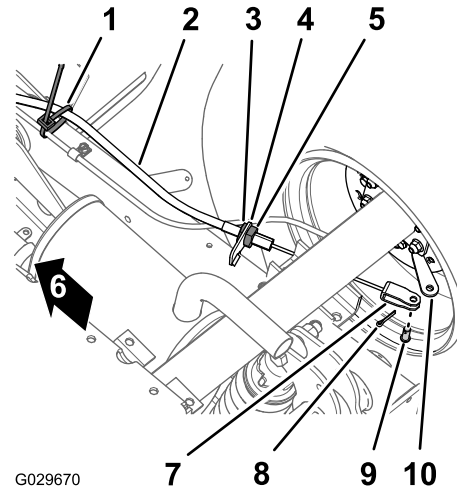

Figura 44
1. Na parte inferior da máquina, retire a braçadeira que prende o cabo do travão de estacionamento à linha do travão de serviço (Figura 44).
2. Marque a faixa de rota na porca de bloqueio dianteira para o cabo do travão de estacionamento (Figura 44).
3. Desaperte a porca de bloqueio traseira e retire o cabo do suporte do cabo dos travões (Figura 44).
4. Retire o contrapino e o passador de forquilha que prendem a forquilha para o cabo do travão de estacionamento à alavanca do atuador do travão e afaste o cabo da alavanca (Figura 44).
1. Passe o ajustador roscado do cabo do travão de estacionamento para o suporte do cabo do travão e a forquilha na alavanca do atuador do travão (Figura 44).
3. Alinhe o ajustador roscado do cabo do travão de estacionamento para o suporte do cabo do travão e aperte a porca traseira (Figura 44).